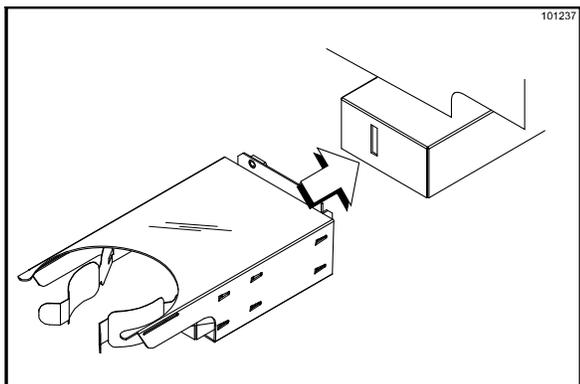

図168
3. シェイクカップホルダーを取り付けます(図168を参照)。